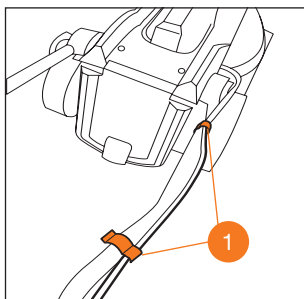

рис. 13
3. Закрепите электрический провод с помощью прижимных клипс **1** (Рис. 13).